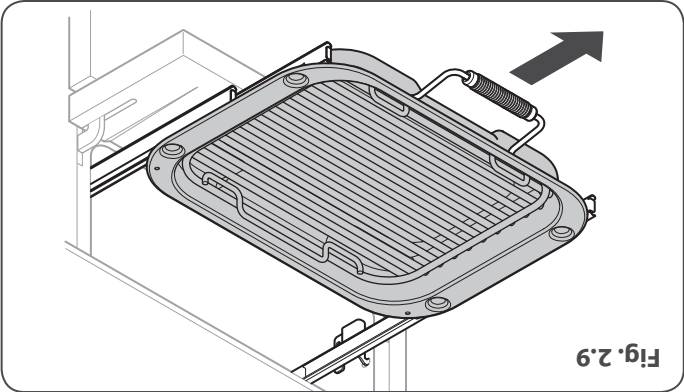

Fig. 2.9
- Åpne grilldøren og trekk ut grillpannen og rammen med håndtaket (Fig. 2.9).